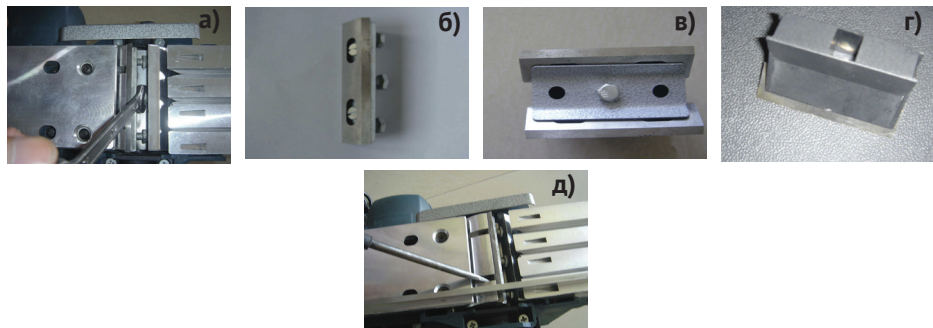

рис. 4
- открутив три винта ключом, снимите прижимную пластину с ножом (рис.4а);
- снимите нож с направляющей пластины (рис.4б).
- регулировку ножей по высоте (рис.4д) производить, выставив рукоятку (рис.1 поз.1) в позицию «Р» - регулировка. Используя жесткий, плоский брусок (линейку), положенный на подошвы основания. Барабан проворачивается (при отключённом от сети рубанке) вручную свободно, ножи не задевают брусок.